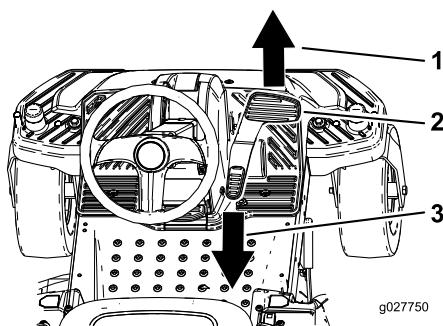

Figura 18
3. Ponga el pie sobre el pedal de control de tracción y pise lentamente la parte superior del pedal para desplazarse hacia adelante, o presione la parte inferior del pedal para desplazarse hacia atrás (Figura 18).